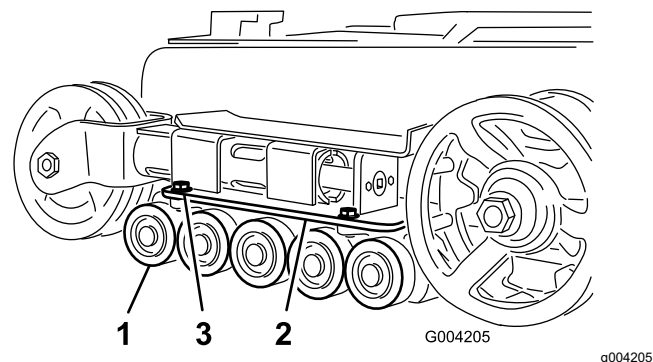

Figura 48
2. Retire os quatro parafusos que fixam cada guia da lagarta inferior que contém as rodas de estrada e retire-as (Figura 48).